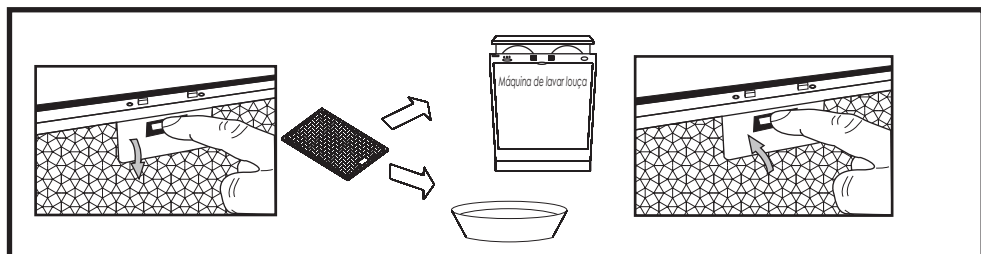

Fig.7
- É recomendado limpar o filtro metálico a cada três meses, realizando as seguintes ações (Fig.7).